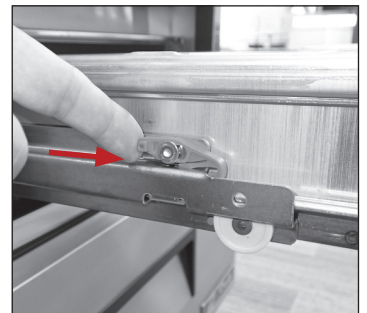

Fig. 6a. Empuje el retén hacia delante.
9. Empuje el retén de plástico hacia adelante y levante el extremo delantero. Véanse las figs. 6a y 6b.